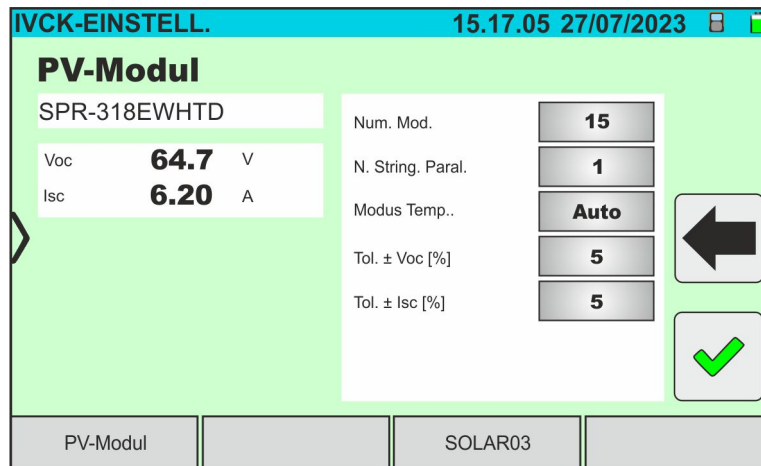

Abb. 60: Parametereinstellungen IVCK-Test
6. Tippen Sie auf die Schaltfläche „**Einstell.**“ (Referenz einseitige Module). Der folgende Bildschirm wird in Abb. 60 angezeigt. Die folgenden Parameter sind angegeben: